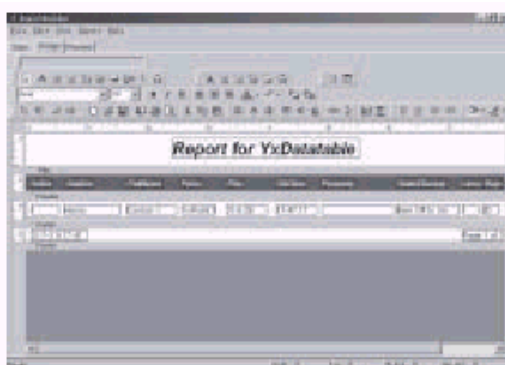

Fig. 7-6 Diseño del Reporte
(4) Diseñar el Reporte: Seleccione y haga clic en **Design** y Ud. ingresará el diagrama de reporte de diseño como en la Fig. 7-6. Ud. puede luego diseñar varios reportes de acuerdo a sus requerimientos.